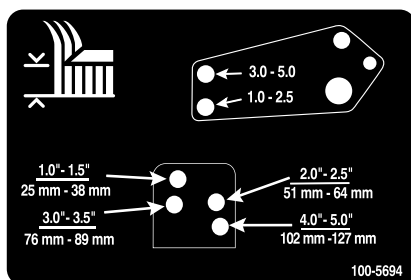

Figura 31
- Allineate i fori dei tiranti di smorzamento con i fori della staffa per l'altezza di taglio desiderata sul telaio del piatto di taglio, inserite i perni con testa e montate le coppiglie (Figura 31).